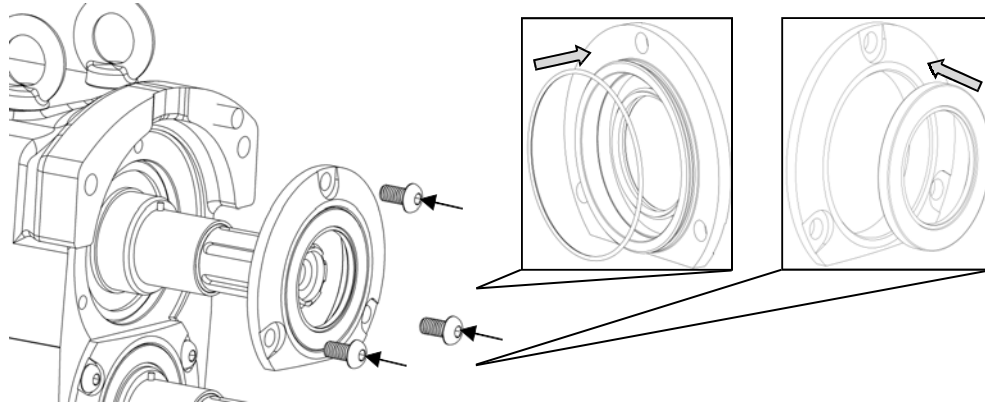

Figura 52: Instalación de los retenes de cojinetes
4) Presione los nuevos sellos de aceite en los retenes de los cojinetes asegurándose de que la parte superior del sello esté a ras con la parte superior del retén (Figura 52,A). Aplique una ligera película de lubricante a las nuevas juntas tóricas del retén del cojinete e instálelas en los retenes de los cojinetes (Figura 52,B). Después de lubricar el labio del sello de aceite, deslícelas sobre los ejes y sujételas a la caja de engranes con los tornillos de retención.